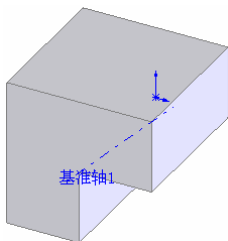

图 6-34 创建基准轴的图形
④ 确认添加的基准轴。单击“基准轴”属性管理器中的“确定”图标按钮，以两顶点的交线创建一个基准轴，结果如图 6-34 所示。